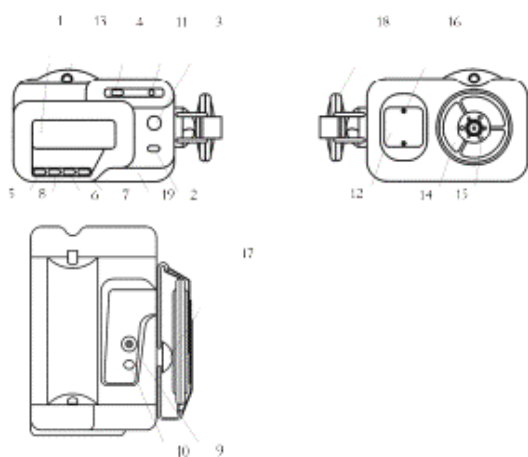

Рис.3
- а) Включить прибор однократным нажатием на кнопку “Режим” поз.3 рис.3.
- коротко мигнет индикатор “ПИТАНИЕ” поз.11 рис.3 (если индикатор
- жидкокристаллический индикатор поз.1 рис.3 примет вид;
б) Предварительное прицеливание производится через видоискатель поз.13 рис.3, при необходимости точного прицеливания включается лазерный целеуказатель и на объект наводится пятно лазера.
Включение лазерного целеуказателя производится однократным нажатием на кнопки “ЛЦУ” поз.4 рис.3 (повторное нажатие кнопки “ЛЦУ” приве-
в) Нажать кнопку “Измерение” поз. 10 рис.3. При этом ЖКИ имеет вид:
Запись температуры в память прибора производится в режиме “ИЗМЕРЕНИЕ” однократным нажатием в течение 1-2 с кнопки “Память” поз.9 рис.3. При этом ЖКИ имеет вид: